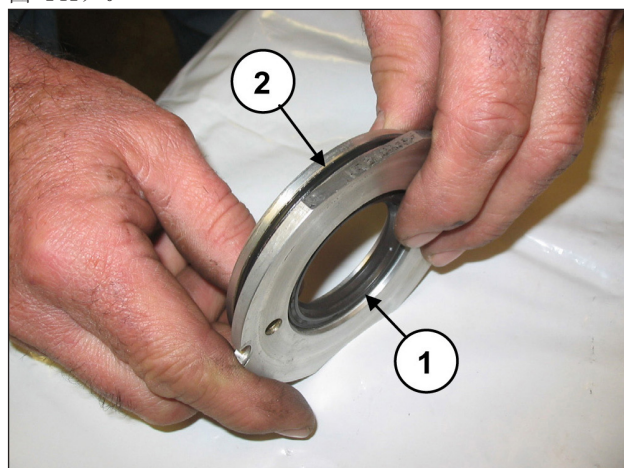

图 141
更换油封（位置 ①，图 141）和外部O形圈（位置 ②，图 141）。